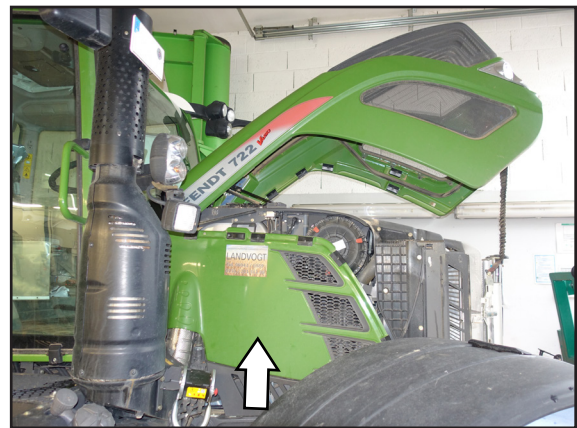

Abb. 8: Motorhaube öffnen und Verkleidungsteil demontieren
- 2 x Sechskantschraube M8x80 DIN 933 8.8 VZ (300297) (siehe Abb. 8 – 1)
- 4 x Unterlegscheibe M8 DIN 125 VZ3 (300239) (siehe Abb. 8 – 2)
- 2 x Stopmutter M8 DIN985-8 VZ (300143) (siehe Abb. 8 – 3)
Öffnen Sie die Motorhaube des Fahrzeuges und demontieren Sie das Verkleidungsteil auf der rechten Seite der Motorhaube (siehe Abb. 8).